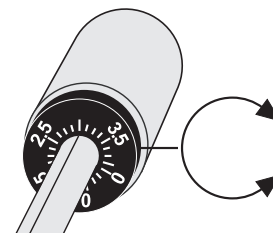

Abb. 5: Skalering
7. Am Gegengewicht befindet sich ein drehbarer, schwarzer Ring mit einer Skala. Die Markierungslinie auf dem Tonarm zeigt auf irgendeinen Wert der Skala. Drehen Sie den Ring auf Position „0“ ohne dabei das Gegengewicht zu verdrehen (Abb. 5).